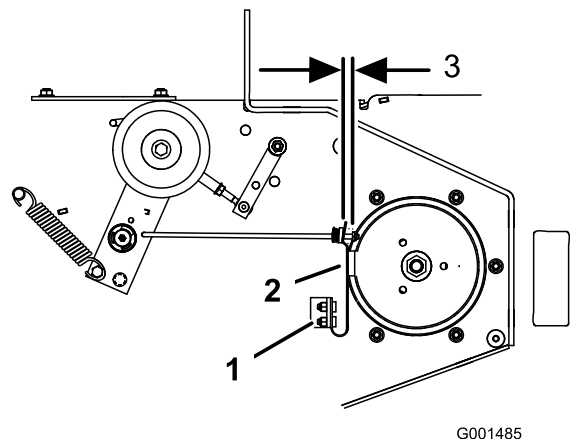

Figure 60
3. Le cas échéant, ajustez les boulons de fixation de ressort de sorte que la plaquette de frein de lame frotte contre les deux côtés de la gorge de la poulie (Figure 60).
4. Ajustez l'écrou à l'extrémité de la tige de frein jusqu'à ce que l'écrou et l'entretoise soient espacés de 3 à 5 mm (Figure 60).